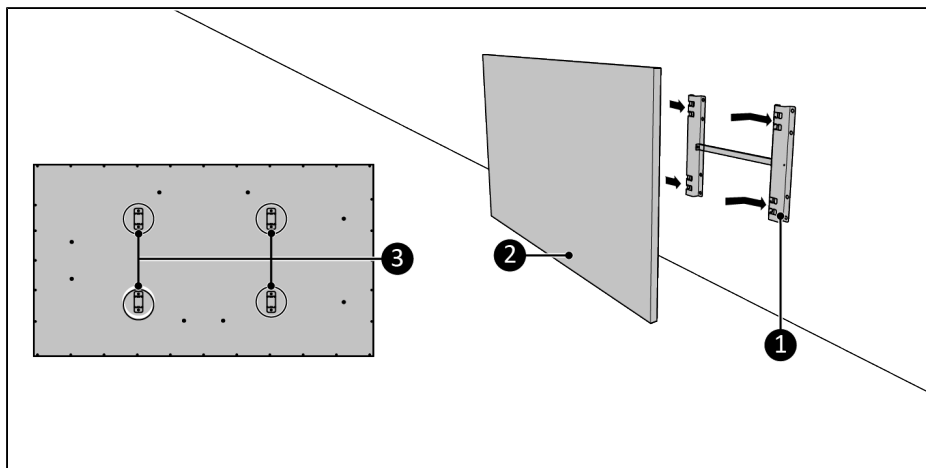

Figure 109.
5. Placera enhetsfästena (Figure 109, pos. 3) över väggfästet (Figure 109, pos. 1).
6. Låt enheten (Figure 109, pos. 2) glida in i öppningarna på väggfästet (Figure 109, pos. 1).